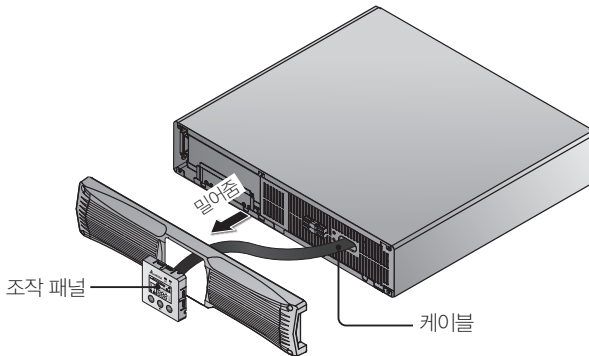

Figure 8-2 : 조작 패널의 후면을 밀어내기
- 2 전면 플라스틱 패널의 뒷면으로부터 주의 깊게 조작 패널의 후면을 눌러 전면 플라스틱 패널로부터 빠져 나오도록 합니다. 조작 패널과 UPS의 내부 커넥터를 연결하고 있는 케이블이 손상되지 않도록 주의하시기 바랍니다. Figure 8-2 참조.